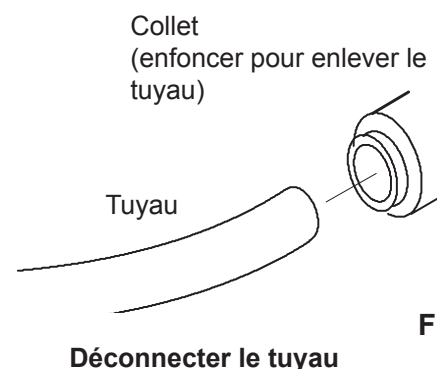

FIG. 19
1. Poussez le collet vers l'intérieur avec le bout de votre doigt. Cf Fig. 19.
2. Maintenez le collet vers l'intérieur et tirez le tuyau vers l'extérieur en même temps. Cf Fig. 19.